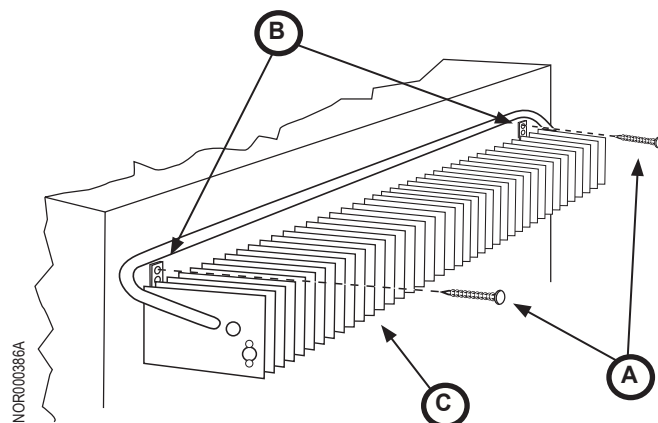

Fig. 15 - Numéro de série 10086692 et plus
- Pour les numéros de série 10086692 et plus, utilisez une vis auto-perforeuse (Fig. 15, A) et le support (Fig. 15, B) de chaque côté du condenseur (Fig. 15, C) pour le fixer au meuble du réfrigérateur.